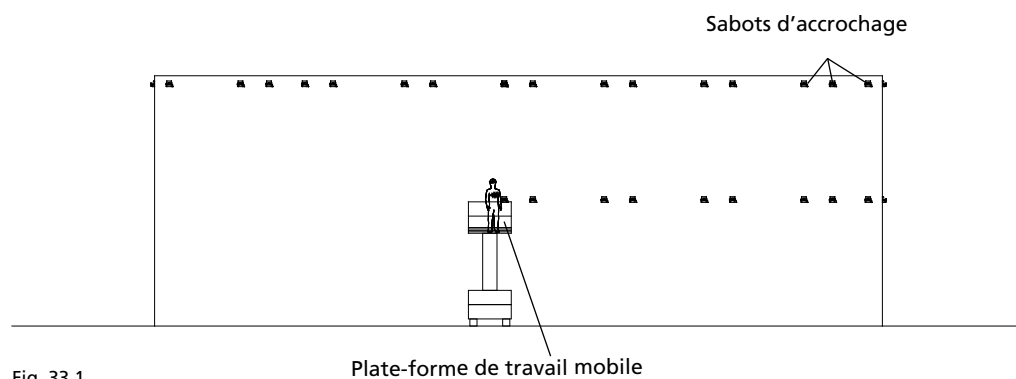

Fig. 33.1
- en utilisant une plate-forme de travail mobile (fig. 33.1).